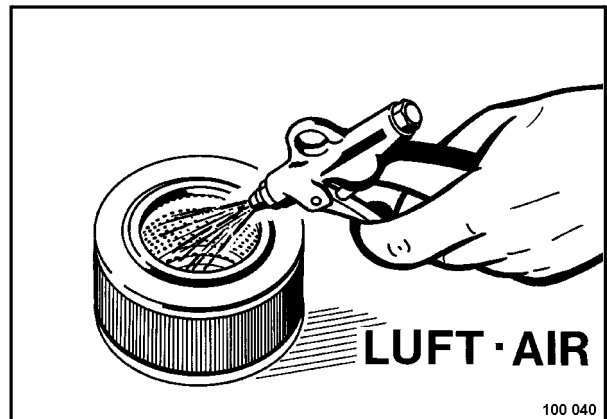

Fig. 2
- Limpiar el cartucho filtrante (Fig. 2) soplando con aire comprimido seco (max. 5 bar) desde el interior hacia el exterior.